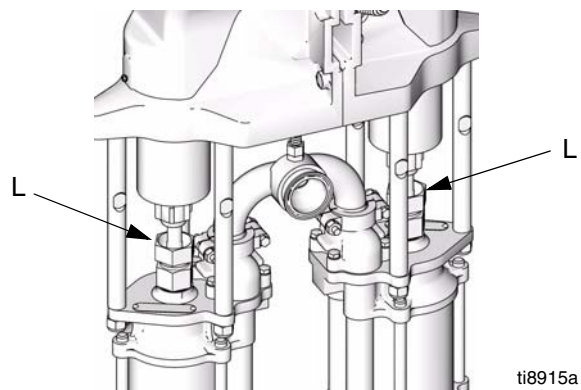

ABB. 6. Füllen der Ökertassen
Die Ökertassen (L) der Pumpe mit Graco-TSL-Flüssigkeit 206994 füllen. Siehe ABB. 6.